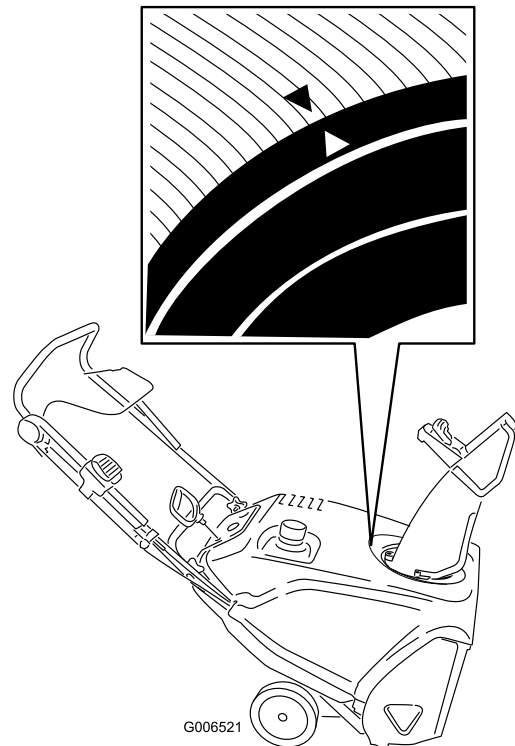

Bild 33
3. Drehen Sie den Auswurfkanal so, dass er nach vorne zeigt und der Pfeil hinten am Auswurfkanal mit dem Pfeil an der Abdeckung ausgerichtet ist (Bild 33).